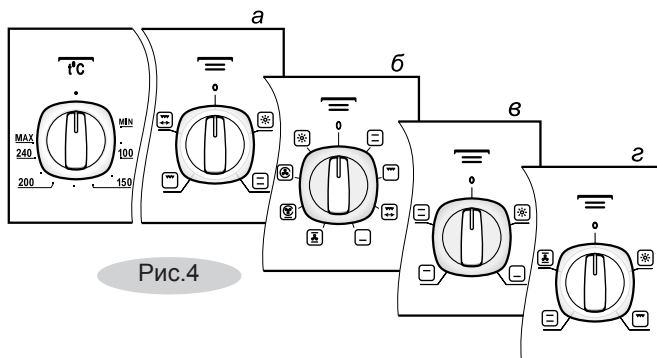

Рис.4
- ручкой режимов работы устанавливается необходимая функция (в зависимости от модели может быть вариант **а**, **б**, **в** или **г** (рис. 4);
- ручкой терморегулятора (рис. 4) задается температура нагрева духовки, которая поддерживается автоматически.